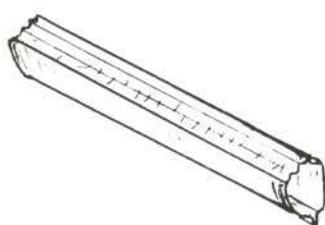

Fig. 10
- *Larguero estribera bajo puerta* (fig. 10). Va soldado con puntos al armazón del lateral, a la chapa del piso, y a la pletina de unión del piso con el lateral. Es de accesibilidad normal para la reparación, teniendo una configuración cerrada, constituida por chapas de espesores entre 0,7 y 0,8 mm. (fig. 11). Para su sustitución, los desmontajes previos serán, la moldura de entrada de la puerta, el perfil de la goma de contorno de la puerta, y desmontar o separar la moqueta del piso.